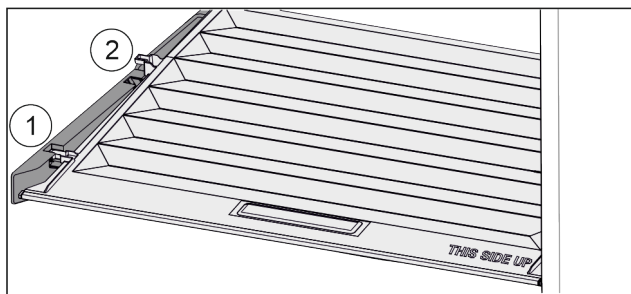

Fig. 44
- ▶ Подтянуть крышку до отверстия в поддерживающих деталях вперед Fig. 44 (1).
- ▶ Поднять сзади снизу и извлечь Fig. 44 (2) движением вверх.